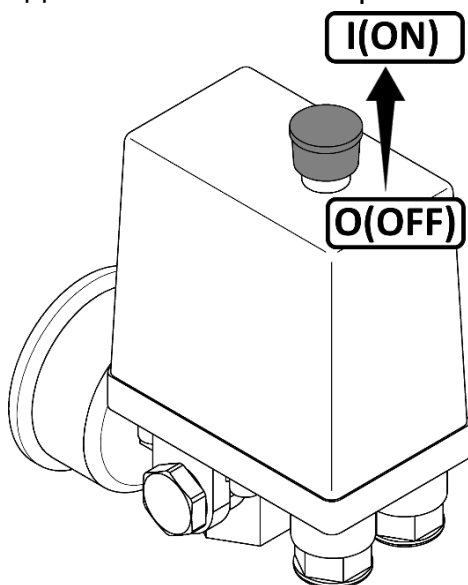

Рисунок 3
- Проверьте, чтобы выключатель на прессостате находился в выключенном положении "OFF" или "O", в зависимости от исполнения (см. рисунок 3).
- Включите компрессор выключателем на прессостате и сразу же выключите. Для этого необходимо переключить выключатель в положение "I" или "ON", в зависимости от исполнения (см. рисунок 3)